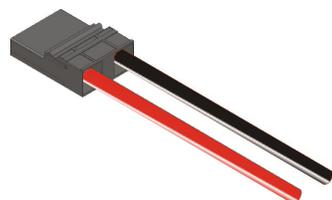

Figure 6. faisceau d'alimentation
- 1 faisceau d'alimentation « batterie - bloc de puissance » (Figure 6.)